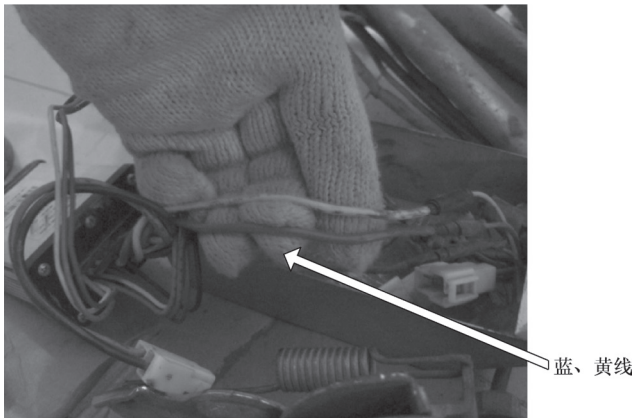

图 8-44 找到粗蓝、黄线
3) 于是用万用表直流电压挡测量控制器与电动机连接的粗黄线与蓝色线间的电压（注意电动机的正、负极，如图 8-44 所示），也未发现异常，表明电动机有故障。